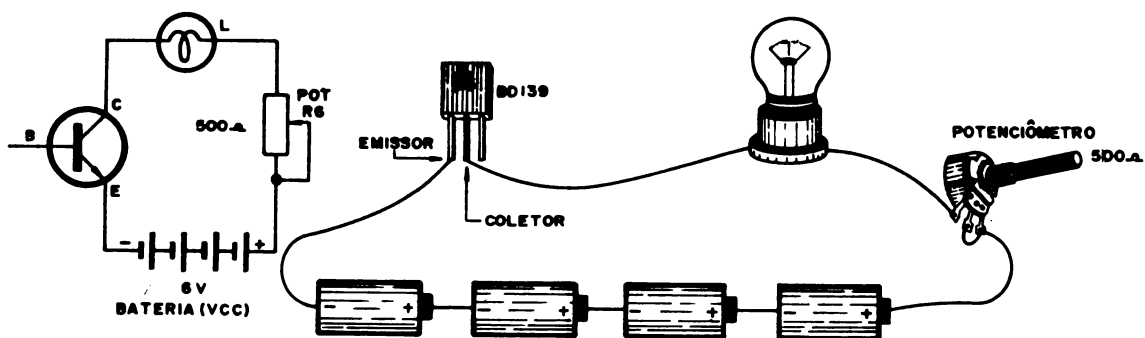

Figura 34-b
- 2) Ligue o potenciômetro de 500 ohms e os 6 volts da bateria através dos elementos emissor e coletor e uma das lâmpadas como mostra a figura 34-b. Observe a polaridade da bateria. O pólo negativo
- 3) Ajuste o potenciômetro para seu valor máximo, ou seja, girando o eixo do mesmo totalmente na direção indicada pela flecha da figura 34-b. As pilhas, formando uma bateria de 6 volts, estão polarizando os elementos emissor e coletor e, portanto, é chamada V_{CC}. O potenciômetro de 500 ohms é tratado como RC, já que está ligado no coletor representando o resistor de saída do circuito. A lâmpada indica a corrente que atravessa o circuito coletor-emissor do transistor. Essa é a corrente de saída do circuito. Observe que a lâmpada não emite luz. Isso significa que se não ligarmos ou polarizarmos a base, não haverá corrente de coletor.
- 8) Conserve o potenciômetro de 500 ohms de coletor em posição de mínimo valor (posição contrária da flecha mostrada na figura 34-b) e varie o potenciômetro de 15 kΩ da base. Observe o brilho apresentado pelas duas lâmpadas. Neste caso, como também naqueles dos passos anteriores, a lâmpada de base não deve acender. Isso se dá devido ao fato de que a corrente de base é tão pequena que é insuficiente para acender a lâmpada.